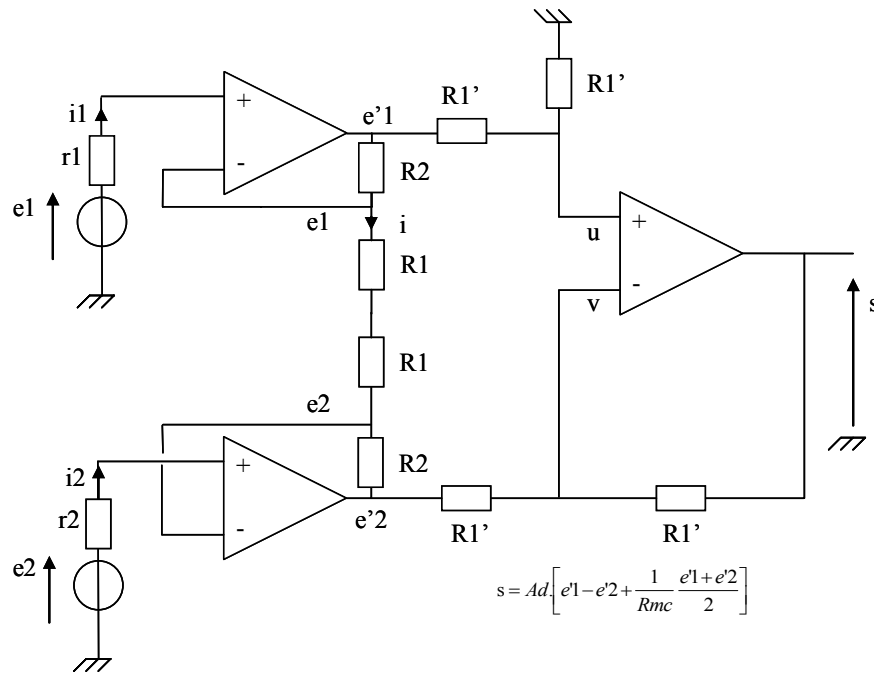

Figure 4
4.1 Soit le montage de la figure 4. Démontrer que $s = Ad^*[(e1 - e2) + (e1 + e2)/(2.Rmc^*)]$ avec $(e1 - e2)$: tension différentielle, $(e1 + e2)/2$: tension en mode commun, Ad^* : gain différentiel statique du montage, Rmc^* : taux de rejection statique du montage. Identifier les valeurs de Ad^* et Rmc^* .